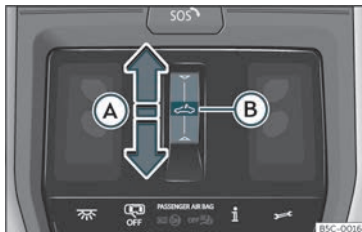

Fig. 87 Nel rivestimento interno del tettuccio: tasto del tettuccio di vetro.
- Movimento automatico: far scivolare il dito indietro sull'area funzionale   **fig. 87** **(A)**.
- Entro circa 5 secondi dall'attivazione della funzione antischiacciamento, far scivolare il dito in avanti sull'area funzionale **↷** »» **fig. 87** **A** e tenere premuto finché il tetto non si chiude completamente.